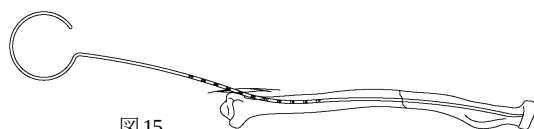

図 15
- 2) オープニングワイヤーを髄腔へ挿入し、髄腔長を測定します。(図 15)